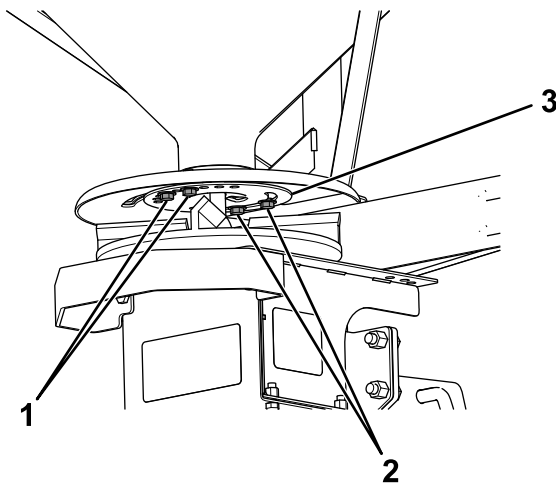

Figura 11
1. Retire los 2 pernos delanteros (Figura 11).
2. Afloje los 2 pernos traseros y gire el dosificador (Figura 11).